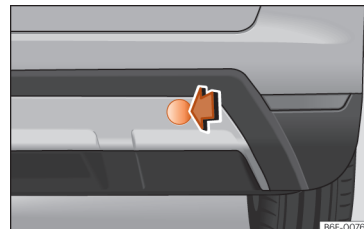

Abb. 48 Auf der rechten Seite des hinteren Stoßfängers: Abdeckung entfernen.
Die Abschleppöse wird in die hinter einer Abdeckung auf der rechten Seite des hinteren Stoßfängers befindliche Aufnahme eingeschraubt »» **Abb. 48**.
- Drücken Sie auf den rechten Bereich der Abdeckung »» **Abb. 48** und klinken Sie diese aus.